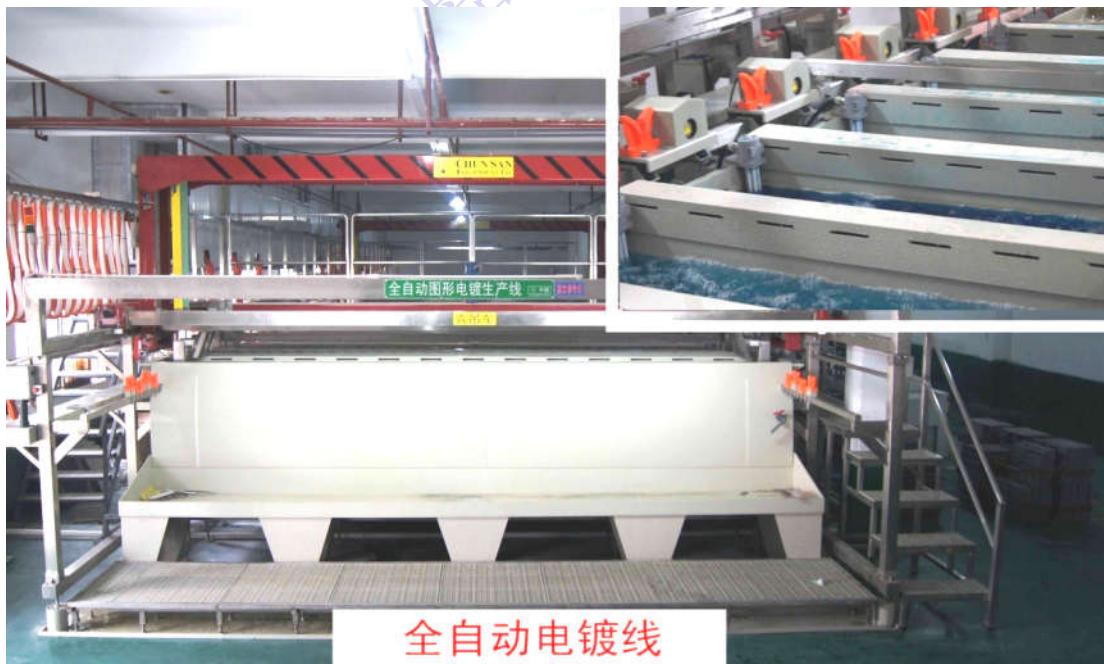

图 31 嘉立创全自动电镀线实景图片
a) 从设备上保障：电镀线必须是用全自动的电镀线不然品质就不稳定可靠。图 31 为嘉立创采用的全自动生产线。